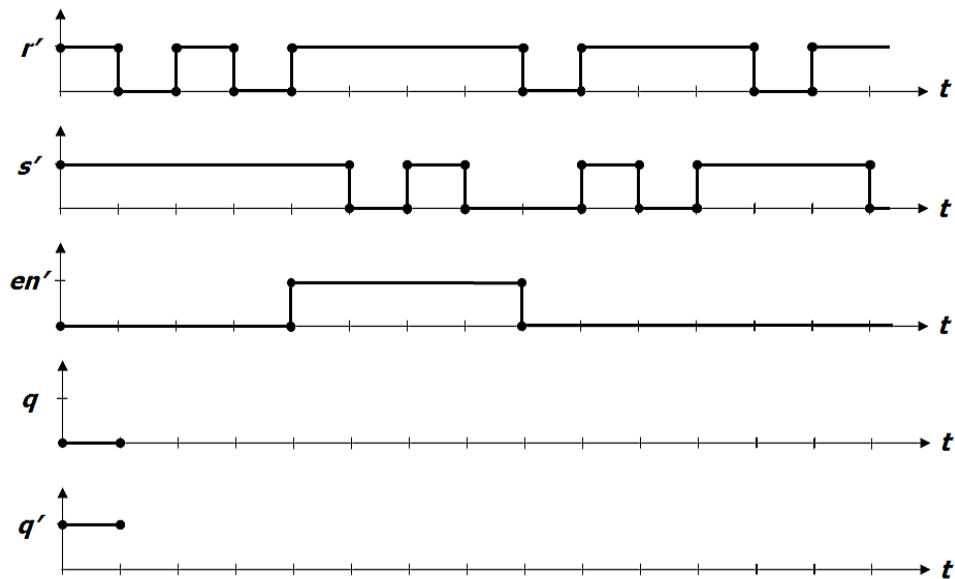

Abbildung 9: Timing-Diagramm für ein pegelgesteuertes RS-Speicherelement
- Vervollständigen Sie das Timing-Diagramm in der Abbildung 9 für ein pegelgesteuertes RS-Speicherelement. (3P)